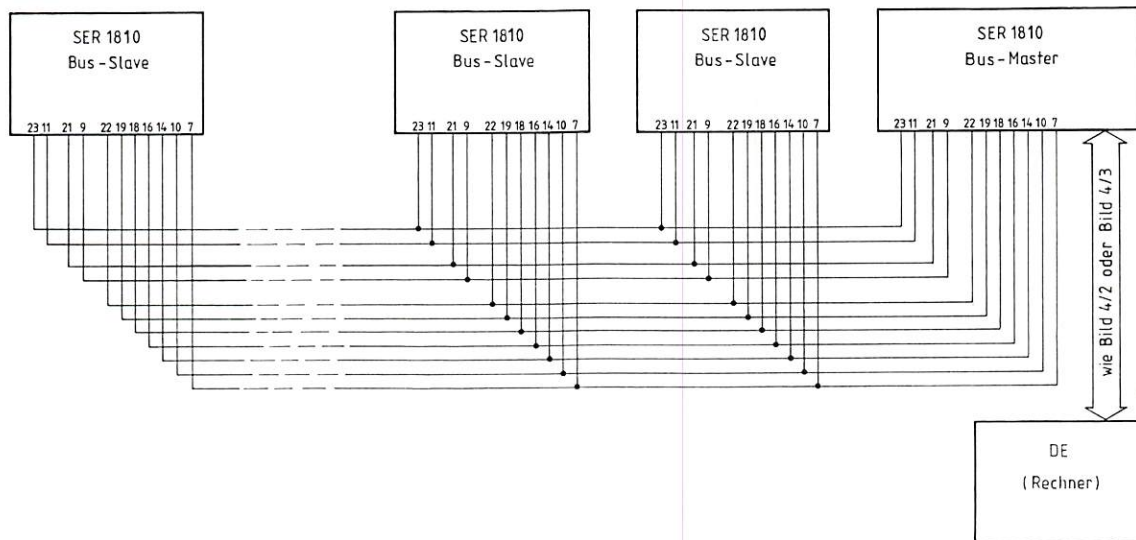

Bild 4/5 Anschluß eines Rechners mit RS-232-C-Schnittstelle an Gerätesystem mit serielltem Steuerbus
- **Anschluß eines Rechners** mit nur einer RS-232-C- oder entsprechender Normschnittstelle an bis zu 14 Empfänger (Serieller Bus, Kleinsystem), BU 15 bis BU 18 auf B-C, Bild 4/5:
Ein Empfänger wird über die Schnittstellenkontakte 1, 2, 3, 5, 6, 7, 8 und 20 mit dem Rechner verbunden (wie in Bild 4/2 oder Bild 4/3 gezeigt). Dieser Empfänger wird als Bus-Master festgelegt. Alle anderen Empfänger sind Bus-Slaves und sind über die RS-422-Schnittstelle und die Management-Leitungen mit dem Master verbunden; d.h., die Kontakte 7, 9, 10, 11, 14, 16, 18, 19, 21, 22 und 23 der einzelnen Geräte sind jeweils mit den gleichnamigen parallelgeschaltet.